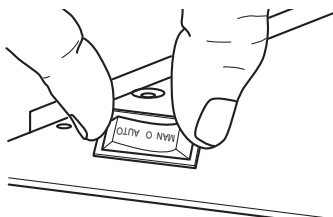

Figura 16 - Instalación Interruptor oscilante (PC de la serie se muestra)
6. Pase el arnés a través de la abertura y empuje la caja del interruptor basculante en el agujero de montaje hasta bien sentado a ras del panel (consulte la Figura 16).